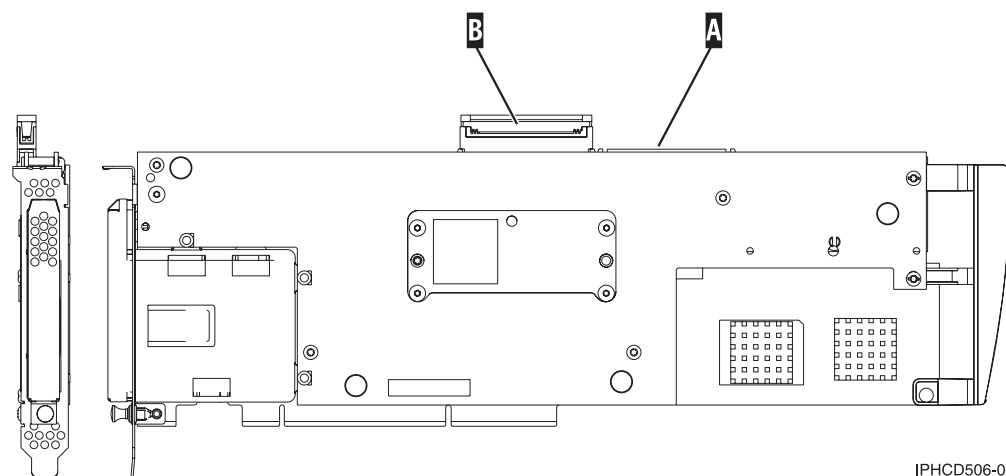

Figure 15. 5708, carte d'entrée-sortie de cache d'écriture auxiliaire
2. Connectez le câble au port SCSI A de la carte du cache d'écriture auxiliaire. Pour plus d'informations, voir la figure 15, à la page 47.